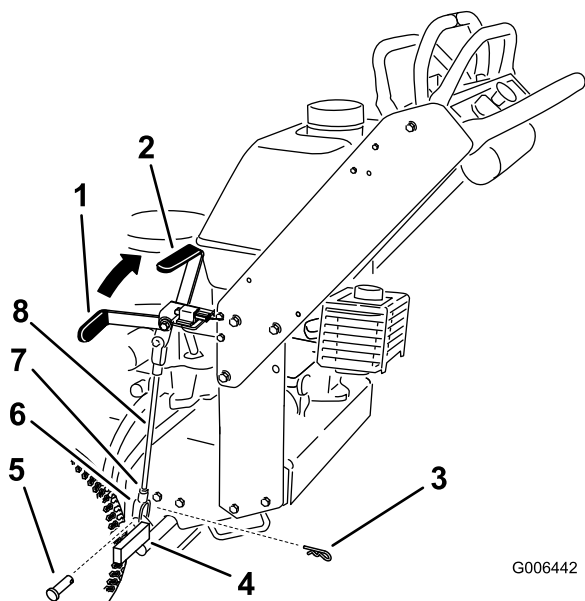

Figura 36
Nota: Quando il freno è innestato, la maniglia del freno dovrebbe essere in posizione ore 1 (Figura 36).
5. Allentate i dadi ad alette superiore ed inferiore (Figura 36).
6. Per regolare il freno, toglie la coppiglia e il perno con testa dalla leva del freno inferiore (Figura 36).
7. Ruotate l'asta del freno nelle forcelle. Per fissare i freni, allungate l'asta tra le forcelle. Per allentare i freni, accorciate l'asta tra le forcelle (Figura 36).
8. Fissate la forcella alla leva del freno inferiore con una coppiglia a forcina e un perno con testa (Figura 36).
9. Serrate i dadi ad alette superiore ed inferiore (Figura 36).